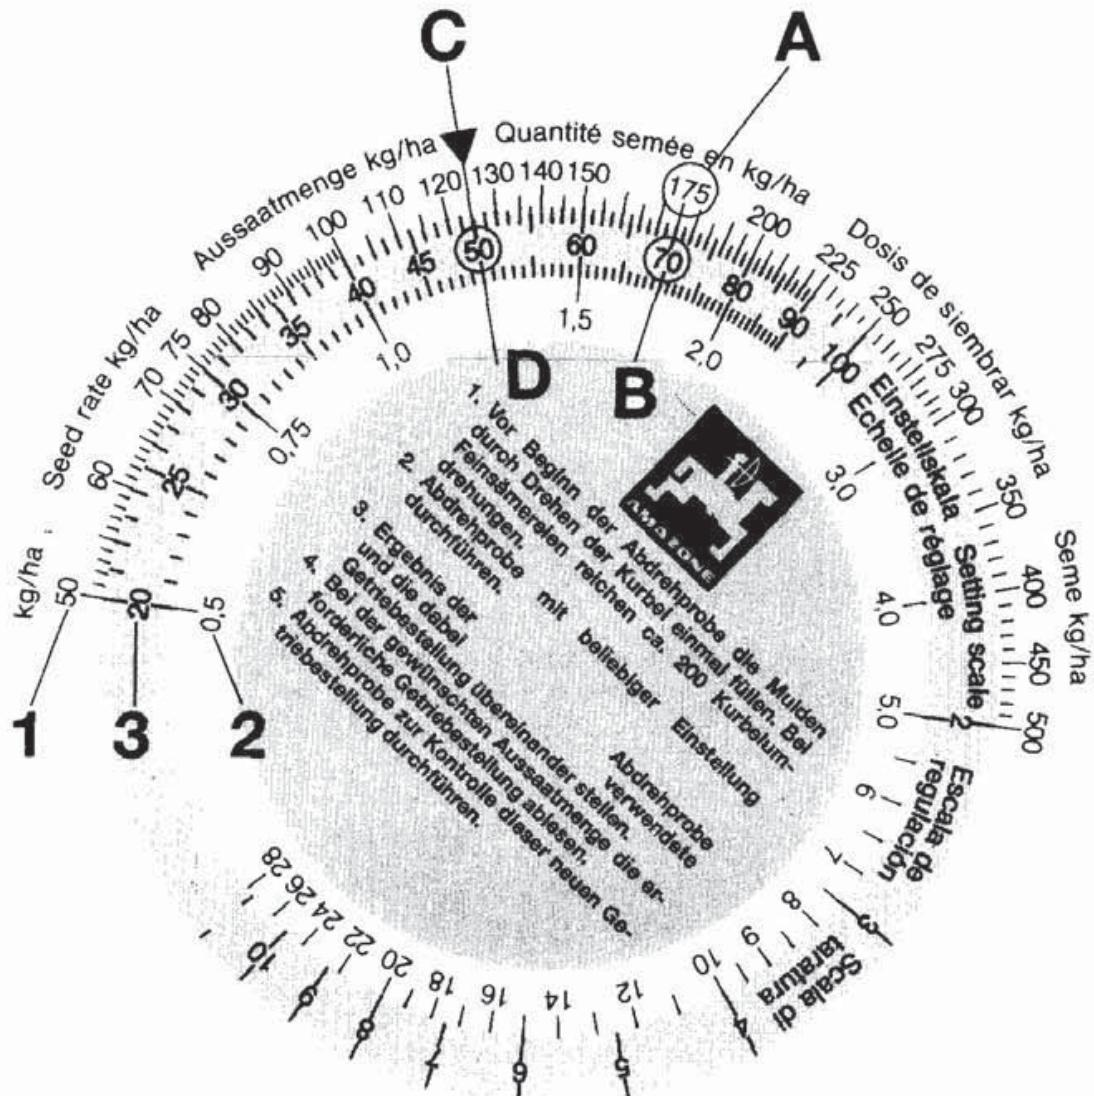

Fig. 3
Die **erste** Abdrehprobe ergibt in der Regel noch nicht die gewünschte Aussaatmenge. Mit den Werten der **ersten** Abdrehprobe kann jedoch die richtige Getriebeeinstell-Nummer leicht mit Hilfe der beiliegenden Rechenscheibe (Fig. 3) ermittelt werden. Die Rechenscheibe besteht aus drei Skalen. Eine äußere weiße Skala (Fig. 3/1) für alle Aussaatmengen über 30 kg/ha und eine innere weiße Skala (Fig. 3/2) für alle Aussaatmengen unter 30 kg/ha. Auf der mittleren farbigen Skala (Fig. 3/3) sind die Getriebeeinstell-Nummern von 1 bis 100 angegeben.
- Die Aussaatmenge 175 kg/ha (Fig. 3/A) und die Getriebeeinstell-Nummer „70“ (Fig. 3/B) auf der Rechenscheibe übereinander stellen.
- Lesen Sie nun auf der Rechenscheibe die Getriebeeinstell-Nummer für die gewünschte Aussaatmenge von 125 kg/ha (Fig. 3/C) ab.
In unserem Beispiel ist das die Getriebeeinstell-Nummer „50“ (Fig. 3/D).